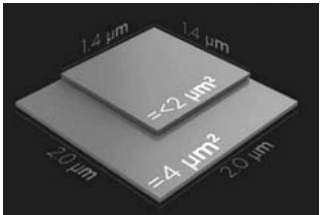

图 2-1-21 单像素尺寸
4) 单像素尺寸（Pixel Size）。单像素尺寸是指单个感光元件的长宽尺寸，也称单像素的开口尺寸，比如 1.4μm、2μm 等，如图 2-1-21 所示。单像素尺寸是图像传感器一个相当关键的参数。单像素尺寸越大，光电二极管可接收光线的区域就越多，单位时间内进入的光能量就越大，图像传感器的性能就可以得到一定的提升，最终成像的效果会越好。